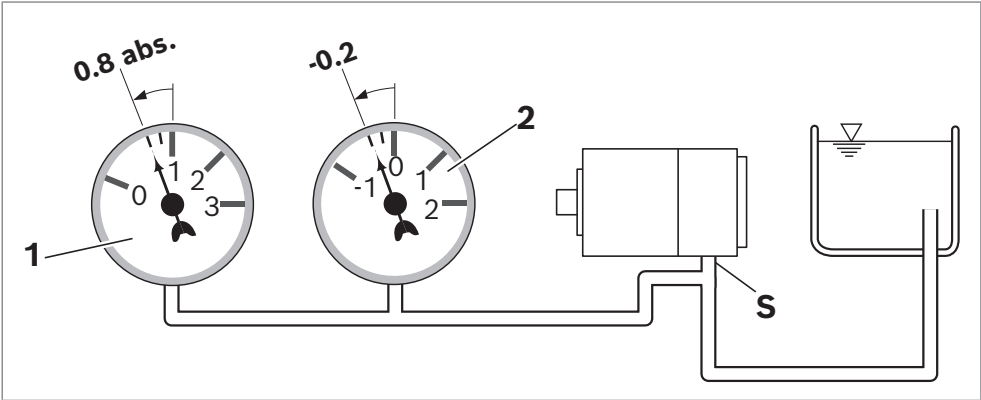

图 5: 轴向柱塞泵的吸油压力
- ▶ 对于轴向柱塞泵的所有安装位置，请确保在运行期间 **S** 油口的最低吸油压力为 0.8 bar 绝对压力，请参阅 图 5。有关更多压力值和条件，请参见产品特定样本。